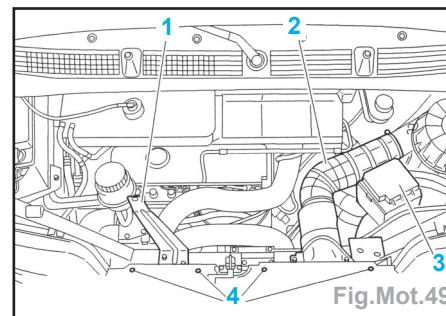

Fig.Mot.49
- Déposer (Fig.Mot.49) :
- les vis (4),
- le support réservoir de direction assistée (1),
- le manchon filtre à air (2),
- le boîtier fusibles et relais (3).